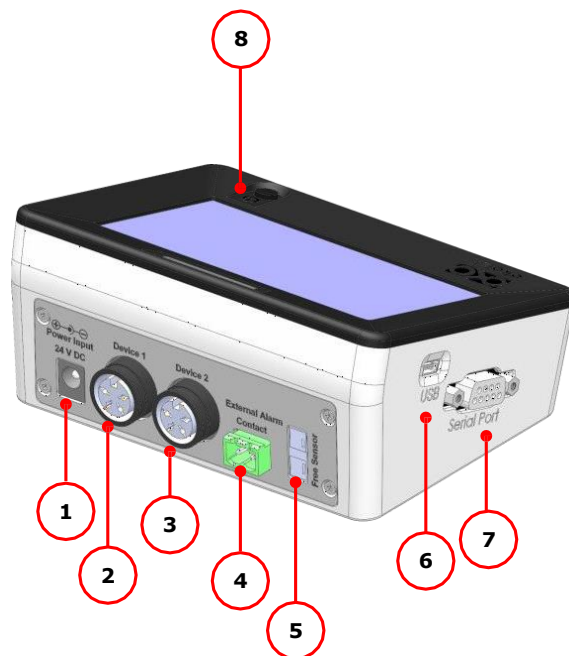
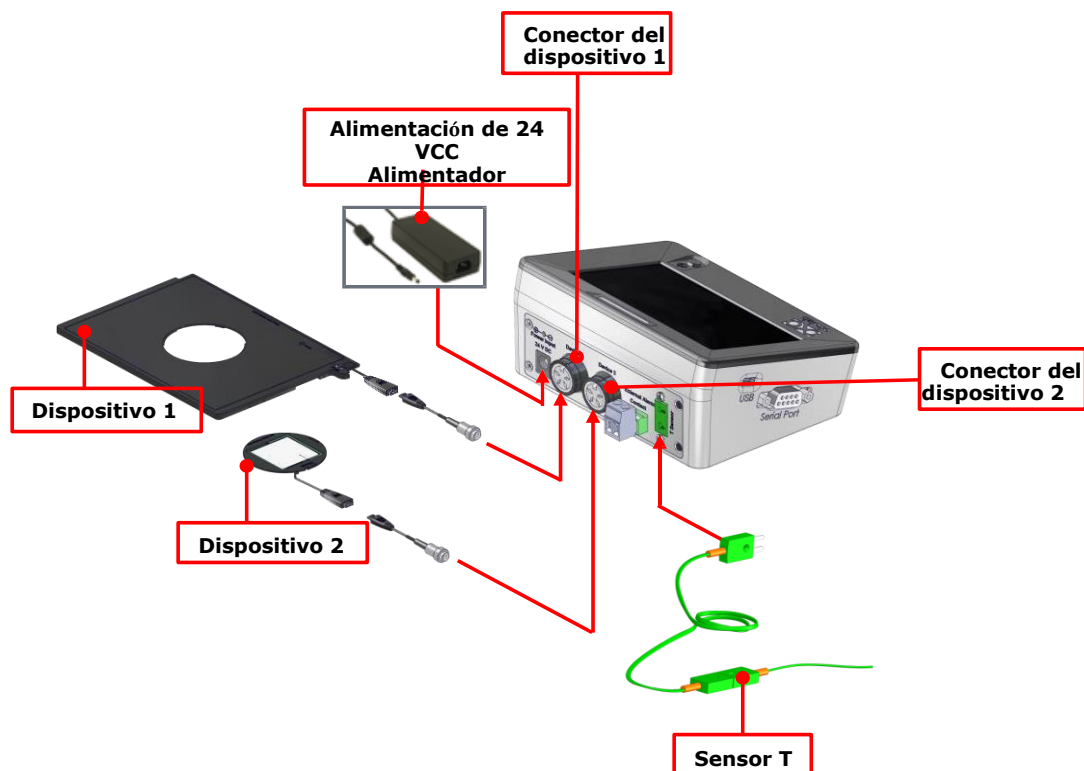

Figura 3. Descripción del equipo del CONTROLADOR-H401-T.
Figura 4. Conexión de los dispositivos calefactores
La siguiente lista proporciona una descripción detallada del CONTROLADOR-H401-T, que hace referencia a los indicadores de la figura 3:
- 1 Conecte un dispositivo calefactor al conector del dispositivo 1 en el panel trasero del CONTROLADOR-H401-T (véase la figura 4 y el indicador 2 de la figura 3).
- 2 Conecte el otro dispositivo calefactor (si dispone de un segundo dispositivo) al conector del dispositivo 2 en el panel trasero del CONTROLADOR-H401-T (véase la figura 4 y el indicador 3 de la figura 3).
- 3 Conecte el sensor T al conector del sensor T en el panel trasero del CONTROLADOR-H401-T (véase la figura 4 y el indicador 5 de la figura 3).
- 4 Conecte el alimentador a la entrada de alimentación (véase la figura 4).
Para obtener ayuda, póngase en contacto con Okolab a través de soporte@oko-lab.com. No conecte la fuente de alimentación de CA a su dispositivo hasta que haya completado todas las conexiones, incluyendo la conexión del cable de alimentación de CC al panel trasero del CONTROLADOR-H401-T, como se muestra en la figura 4.